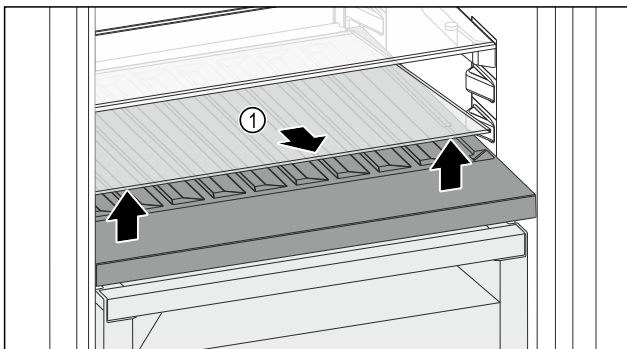

Fig. 149
- Soulever la plaque de verre *Fig. 149 (1)* au niveau de l'évidement avant et la retirer.
- Entreposer la plaque de verre *Fig. 149 (1)* dans un endroit sûr hors de l'appareil.
- Insérer la plaque de verre (2) sous le compartiment à bouteilles amovible.